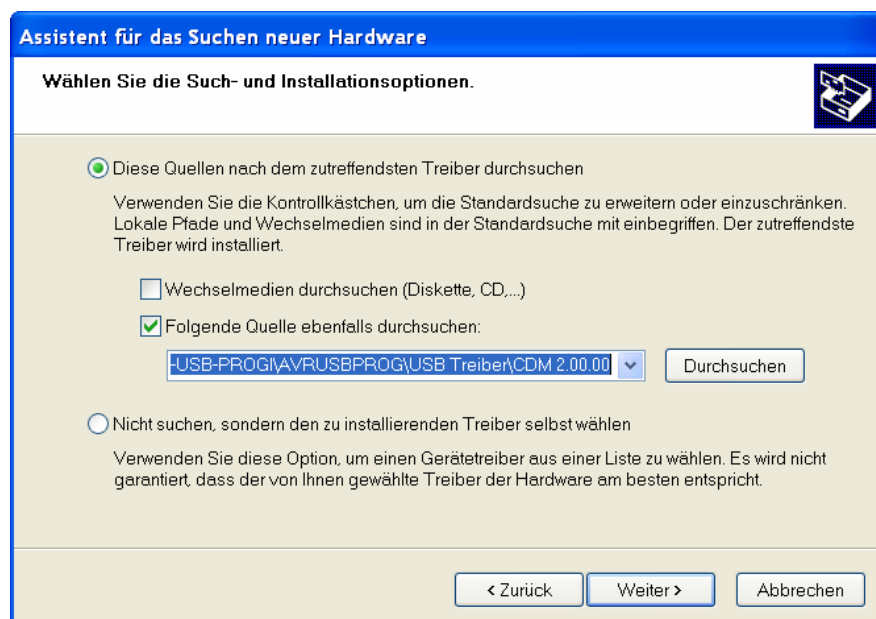

Bild 22: Pfadangabe des Treibers
- Pfad des Treibers auswählen und Weiter-Schaltfläche betätigen (vergleiche Bild 22)